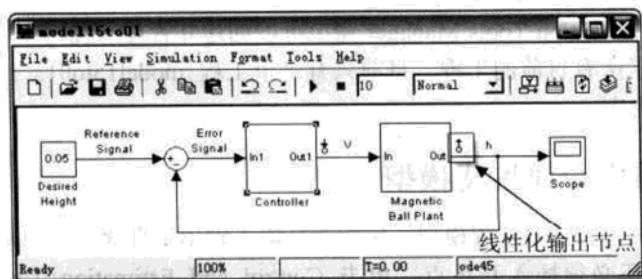

图 15.7 添加输出节点的 Simulink 模型
(3) 在 Magnetic Ball Plant 子系统后的信号线上右击，在弹出的菜单中选择 Linearation | Output Point 命令，就会出现一个相应的标志，如图 15.7 所示。